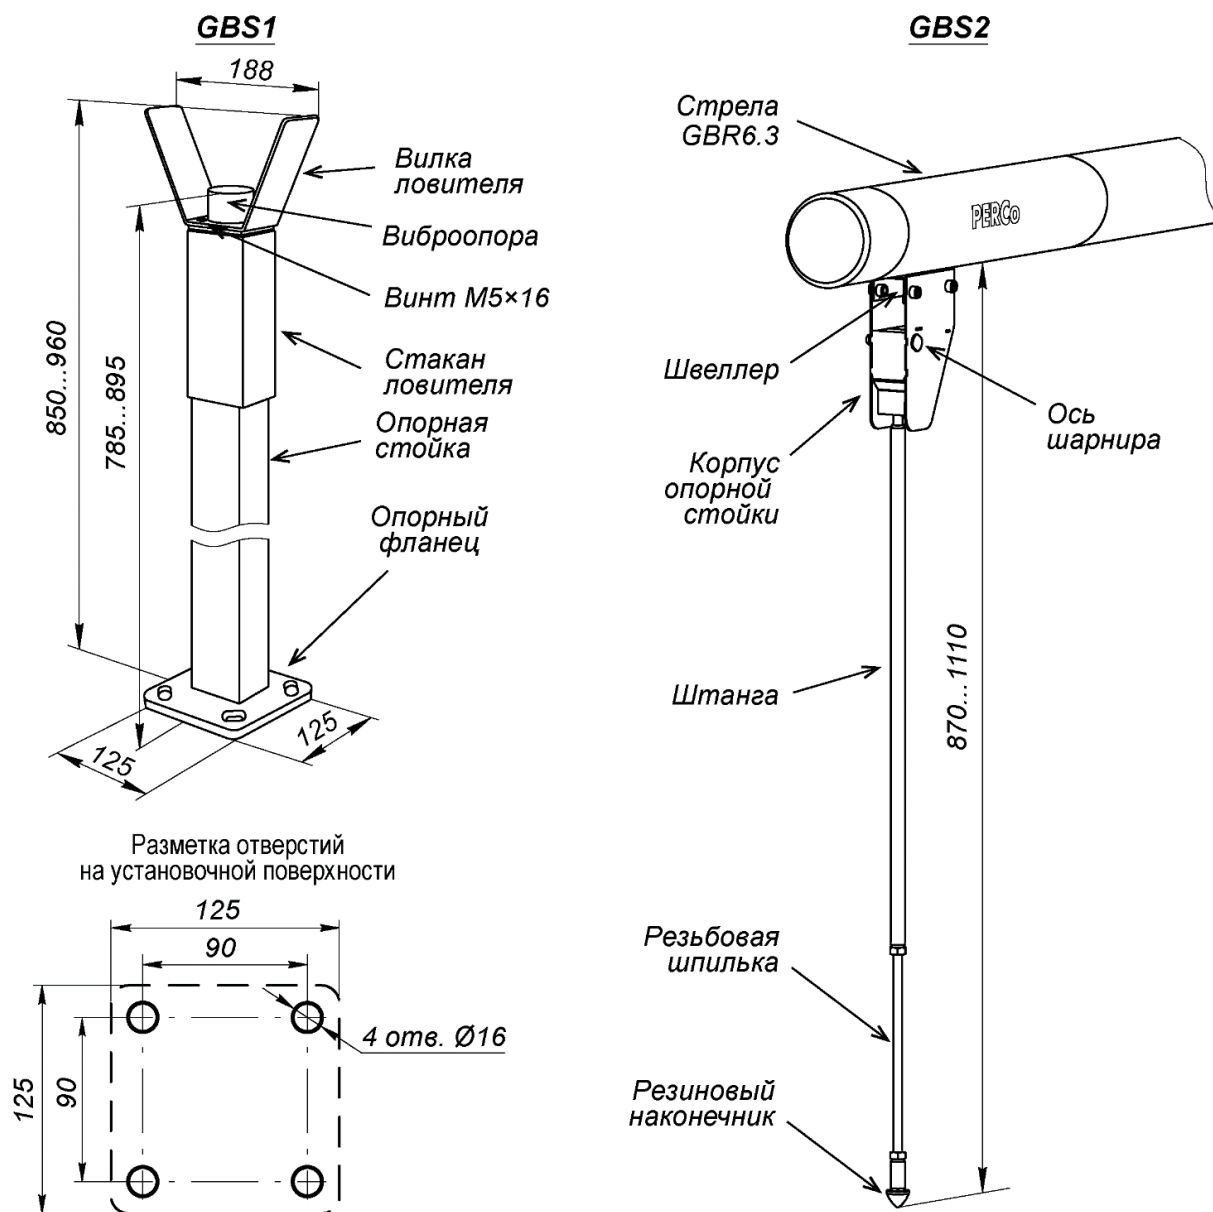

Рисунок 14. Внешний вид опорных стоек **PERCo-GBS1 и **PERCo-GBS2****
Фотоэлемент безопасности может устанавливаться на стойке *PERCo-GDS1* (входит в дополнительный комплект поставки) (см. рис. 14).
2. Выполните в установочной поверхности отверстия под гильзы анкеров в соответствии со схемой разметки (см. рис. 14), а также штробы для проводов питания и соединения при необходимости. Размер отверстий на схеме указан для анкеров типа PFG IN8 («SORMAT»), при использовании других типов анкеров необходимо выполнять отверстия соответствующих им диаметра и глубины.